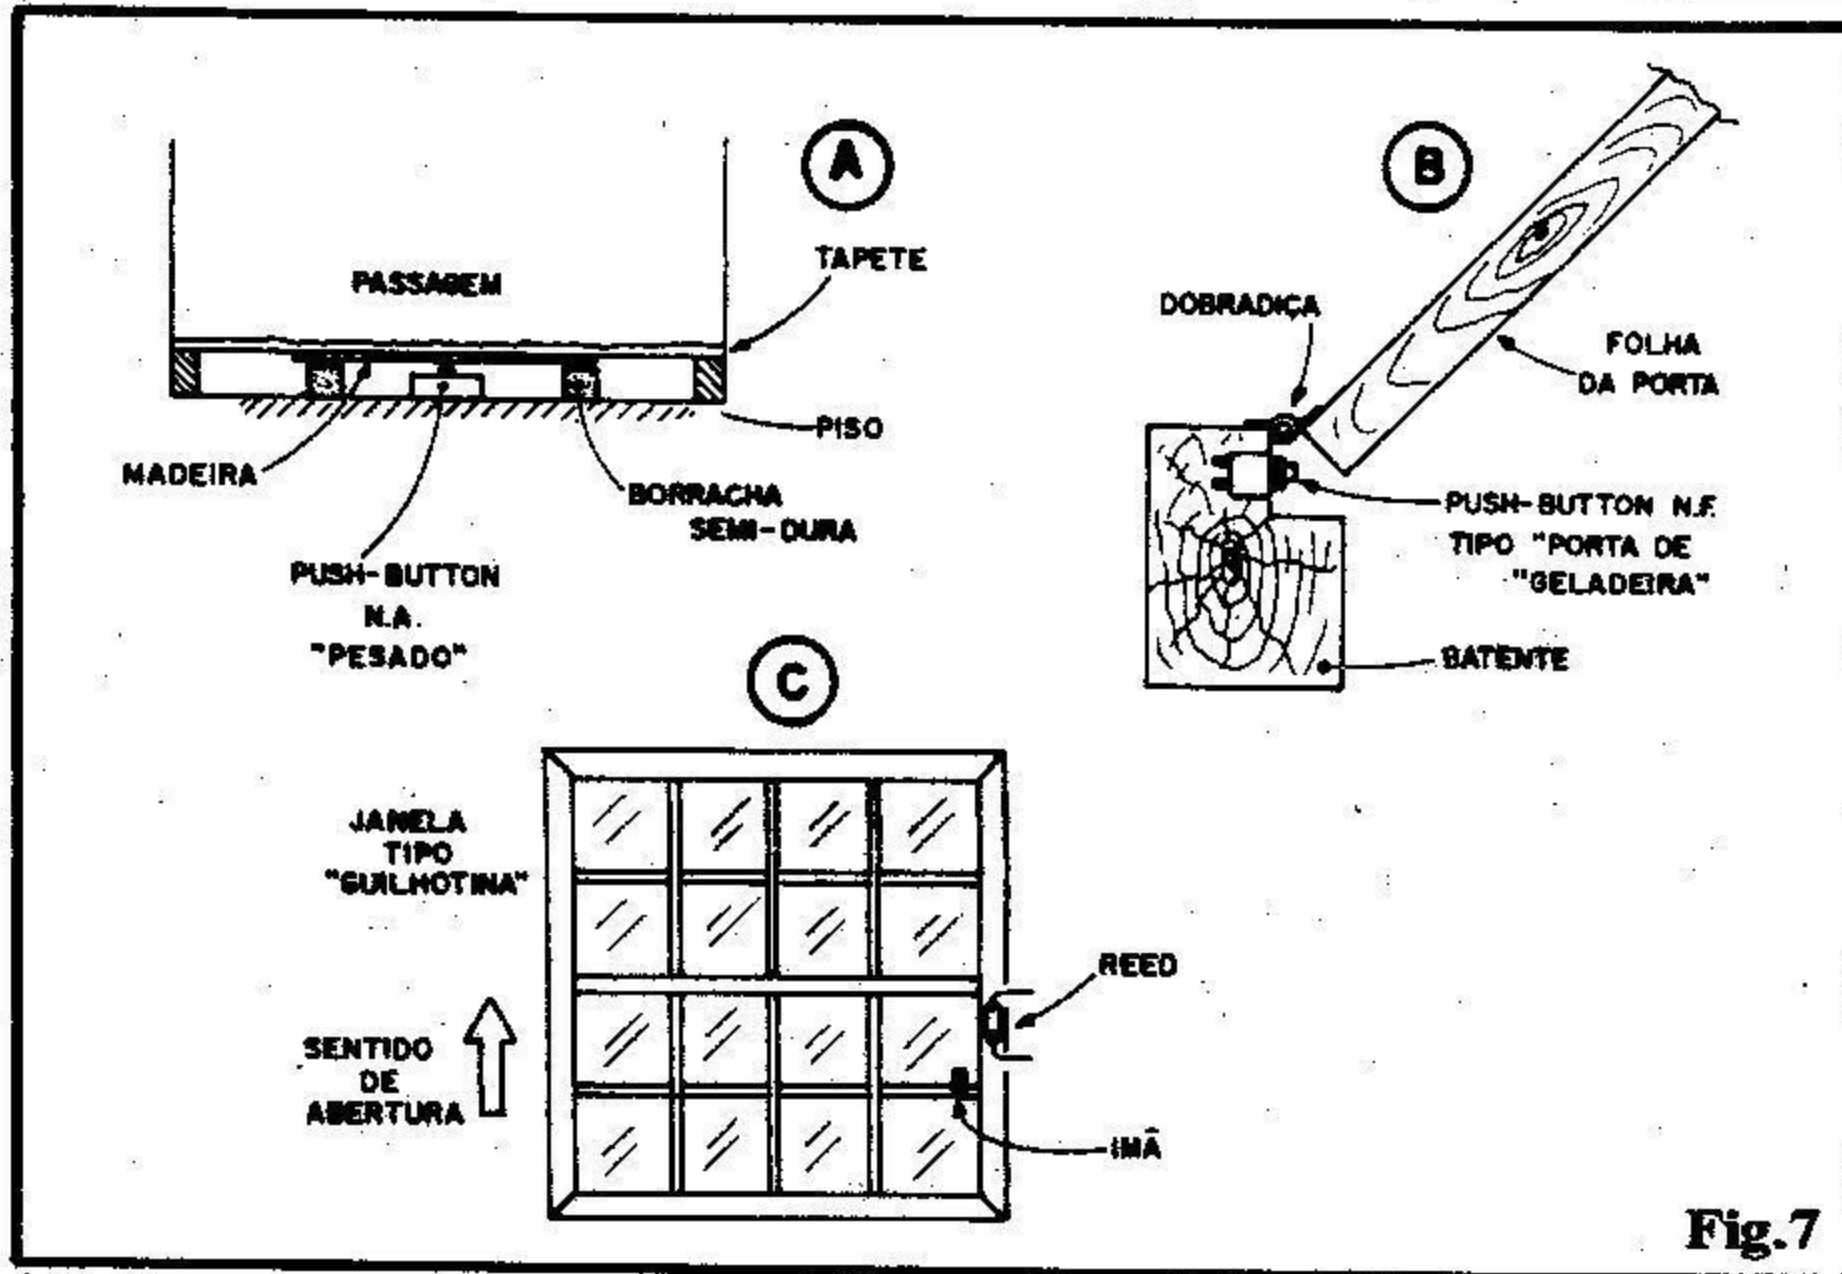

Fig. 7
- **FIG. 7 - SUGESTÕES PARA O SENSOREAMENTO LOCALIZADO** - São muitas as possibilidades práticas finais, no sensoramento localizado acoplável ao ALMENA (via linha paralela, conforme diagrama básico da fig. anterior...). Na figura mostramos três alternativas (das muitas que o Leitor/Hobbysta pode "descobrir" ou inventar...):
- Pelos (poucos, mas extremamente válidos e práticos) exemplos dados na fig. 7, o Leitor/Hobbysta já terá intuído a enorme versatilidade do ALMENA, capaz de aceitar sensoramentos os mais diversos, simultaneamente (graças à sua característica N.A.). Muitas outras possibilidades existem, ficando a critério da imaginação inventiva dos Hobbystas (Vocês são todos, temos certeza, "Prof. Pardais" natos, caso contrário não teriam se dedicado ao fascinante Hobby Eletrônico...). São muitos